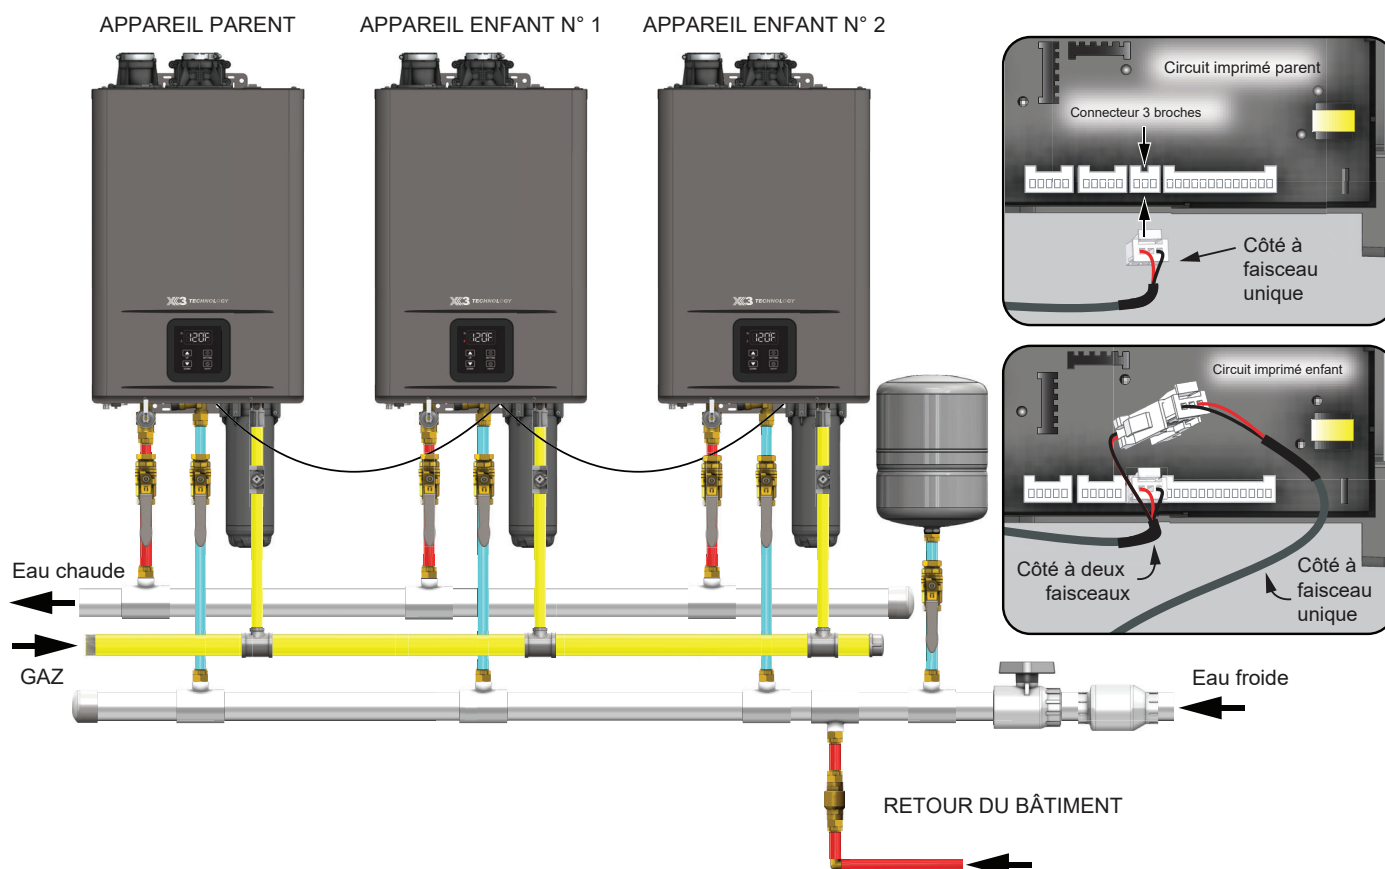

Figure 44 - Configuration à plusieurs appareils en cascade
- 1 Le système en cascade doit être configuré de telle sorte que le chauffe-eau parent soit le premier ou le dernier de la série de chauffe-eau raccordés à l'arrivée d'eau froide. Les appareils enfants suivent l'un derrière l'autre. Voir Figure 44.
- 7 À l'aide de la Figure 44, identifier le point de raccordement de l'appareil parent de la cascade. Commencer par brancher le côté à faisceau unique du câble de liaison en cascade.
- 9 S'il y a plusieurs chauffe-eau enfants, tirer le côté à faisceau unique du deuxième câble de liaison à travers le passe-fil en caoutchouc dans le fond du premier chauffe-eau enfant et le raccorder au connecteur de faisceau libre du premier câble de liaison, comme illustré à la Figure 44.